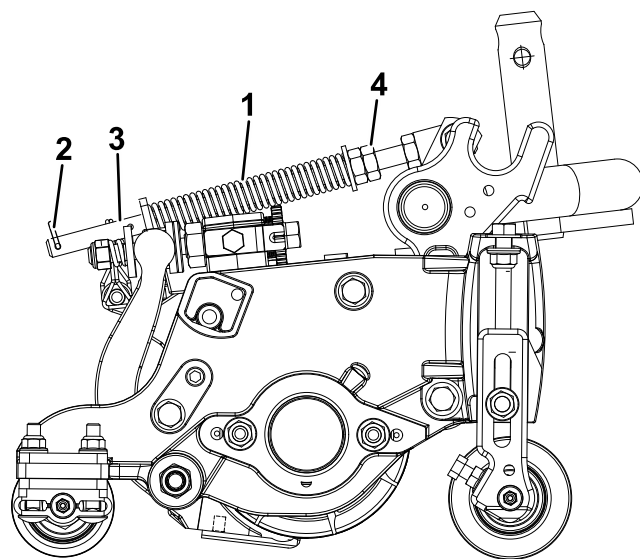

Figura 14
2. Aperte as porcas sextavadas na extremidade dianteira da haste da mola até que o comprimento comprimido da mola (Figura 14) seja de 12,7 cm nas unidades de corte de 12,7 cm, ou 15,8 cm nas unidades de corte de 17,8 cm.
A mola de compensação de relva (Figura 14) transfere peso do cilindro dianteiro para o cilindro traseiro. Isto ajuda a reduzir o efeito ondulado na relva, também conhecido como ondulação ou “bobbing”.
1. Certifique-se de que o contrapino do gancho está instalado no orifício traseiro na haste da mola (Figura 14).